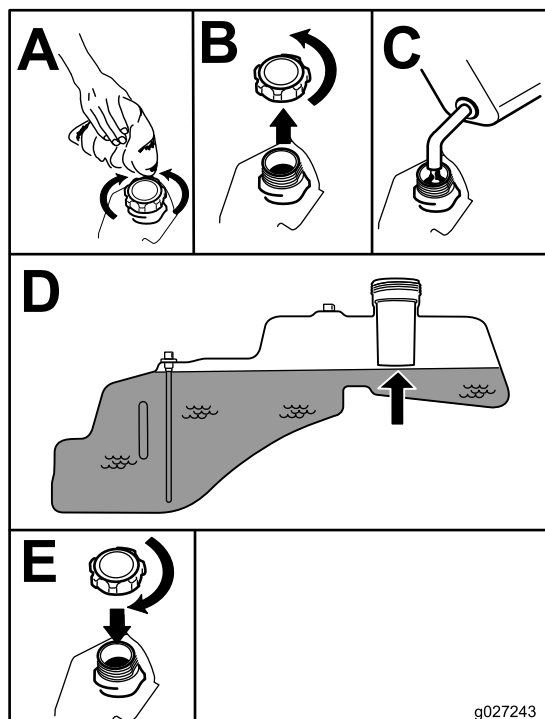

Figure 8
**Remarque:** Vous pouvez utiliser le regard sur le réservoir de carburant pour vérifier la présence d'essence avant de faire le plein (Figure 8).